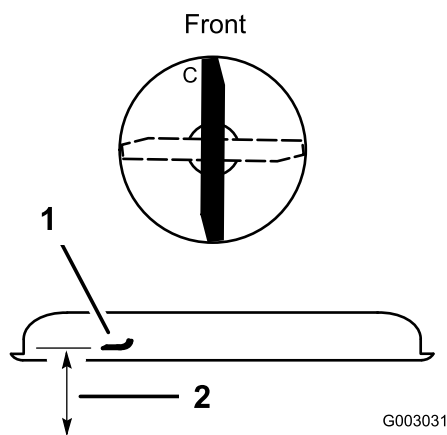

Figura 47
- Gire la cuchilla hasta que los extremos estén orientados hacia adelante y hacia atrás (Figura 47).
- Mida desde una superficie nivelada hasta el filo de corte, posición **C**, de la cuchilla (Figura 47). Anote esta dimensión.